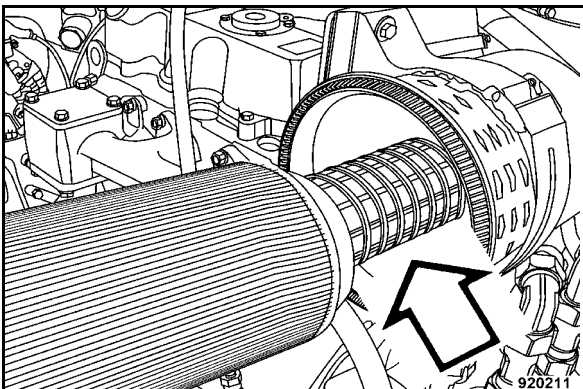

Fig. 146
- Extraire l'élément de sécurité (Fig. 146) avec de légers mouvements tournants.